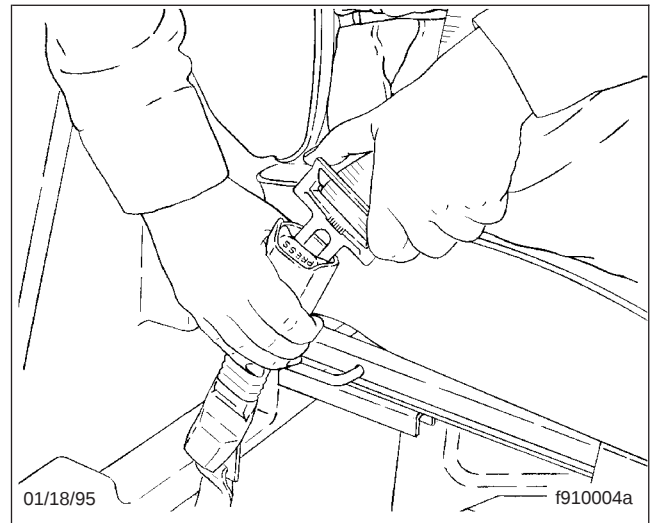

Fig. 3.14, Attache de la ceinture de sécurité à trois points
2. Attachez la ceinture à trois points en poussant l'attache dans la boucle jusqu'à ce qu'elle s'enclenche. Tirez sur la boucle. Si elle se détache, répétez la procédure de bouclage. Si le problème persiste, faites remplacer la ceinture à trois points. Voir la figure 3.14.